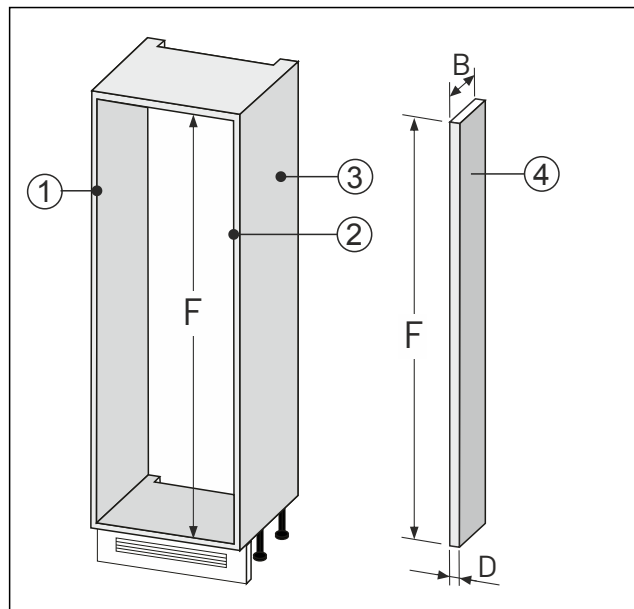

Fig. 89
- Tillverka väggtjämnings Fig. 89 (4) enligt ovan angivna mått.